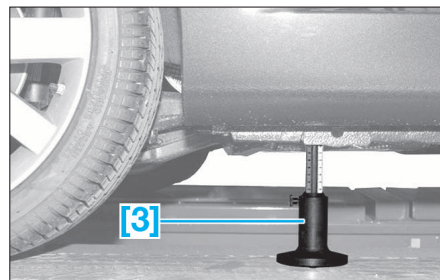

FIG. 64
- Choisir le crantage (A) le mieux adapté pour tirer sur les sangles le plus verticalement possible.
- Vérifier la hauteur AR (H2) à l'aide de l'outil [3] (Fig.64), puis la comparer au tableau de mesure (voir "Caractéristiques").